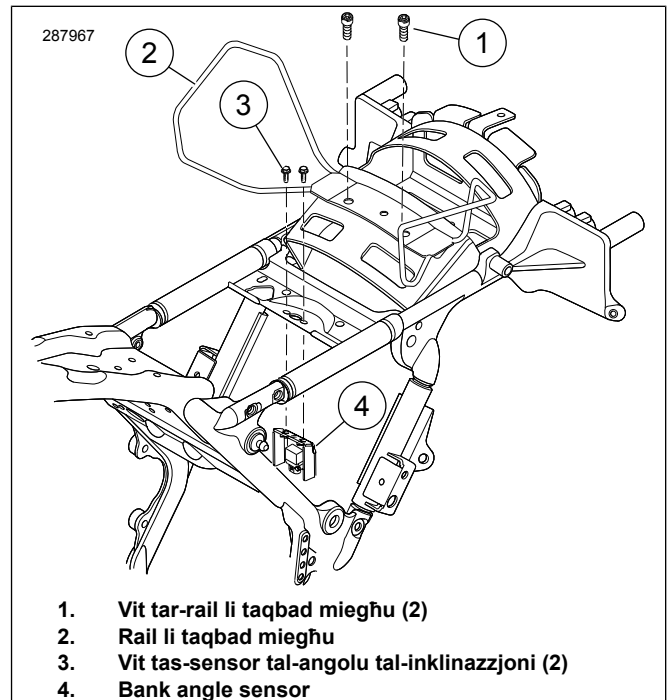

Figura 1. Neħhi l-Viti tas-Sensur tal-Angolu tal-Inklinazzjoni
5. **Jekk mgħammra b'rail li taqbad miegħu:** Ara Figura 1. Neħhi l-viti tar-rail li taqbad miegħu (1) u armihom.
7. **Mudelli tal-2009 - 2018:** Neħhi l-viti (3) filwaqt li żzomm BAS il-brekit (4).